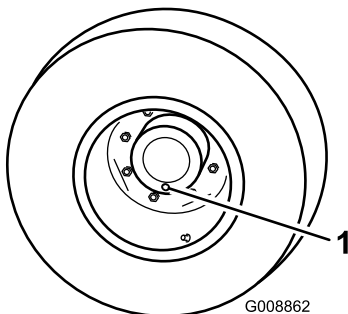

Bild 61
1. Stellen Sie die Maschine auf einer ebenen Fläche ab und positionieren Sie das Rad so, dass sich eine der Prüfschrauben in der untersten Stellung (6 Uhr) befindet (Bild 61).